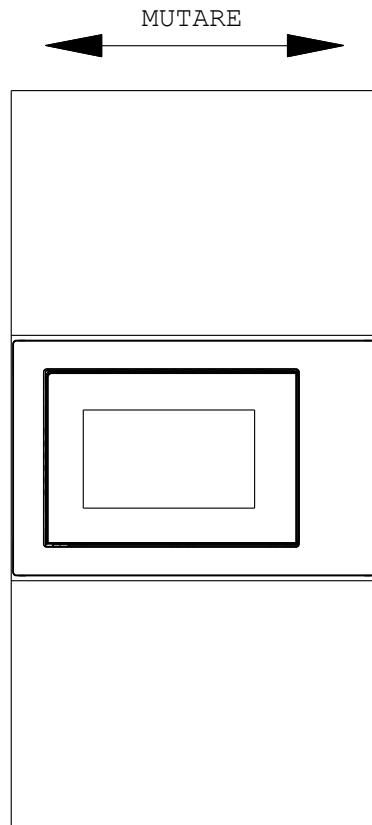

Fig. 3
c) Mutăți produsul în paralel în dulapul de bucătărie, în conformitate cu direcția săgeții din figură, și mențineți-l centrat. (Fig. 3)